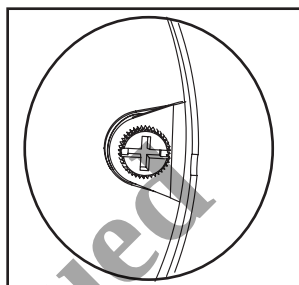
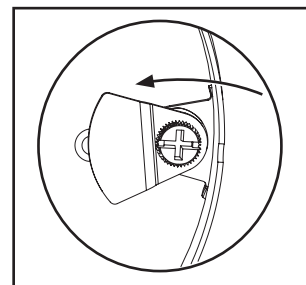

Figure 22.
Figure 23.
5. Désengagez le dispositif de retenue (Figure 22.) en tournant au-delà des languettes (Figure 23.).